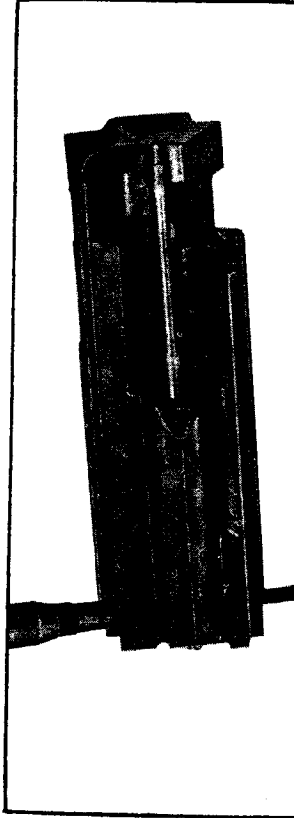

Fig. 43
- per estrarre il percussore dal carrello spingere con una cartuccia la spina tenuta percussore da sinistra a destra come indicato nella fig. 43, estrarla.
- *to withdraw firing pin retaining pin from bolt-carrier use the tip of a cartridge to push the pin from left to right as shown in figure 43, and remove.*